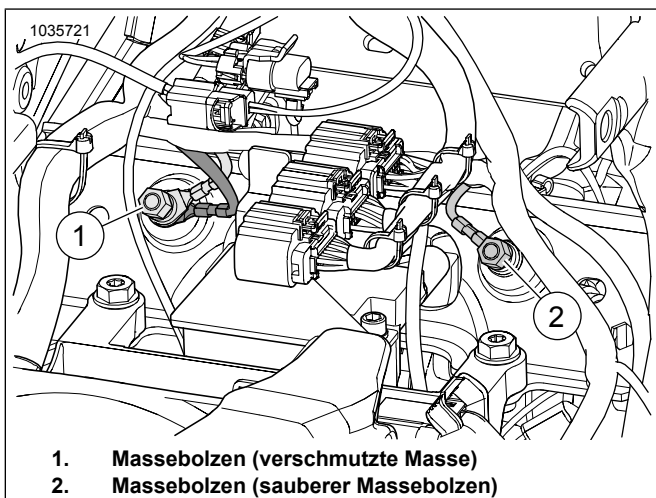

Abbildung 15. Position des Batterie-träger-Massebolzens
Siehe Abbildung 15. Das ATM-Massekabel zum **sauberen** Rahmenmassebolzen (2) führen und anschließen. Auf folgendes Drehmoment anziehen: